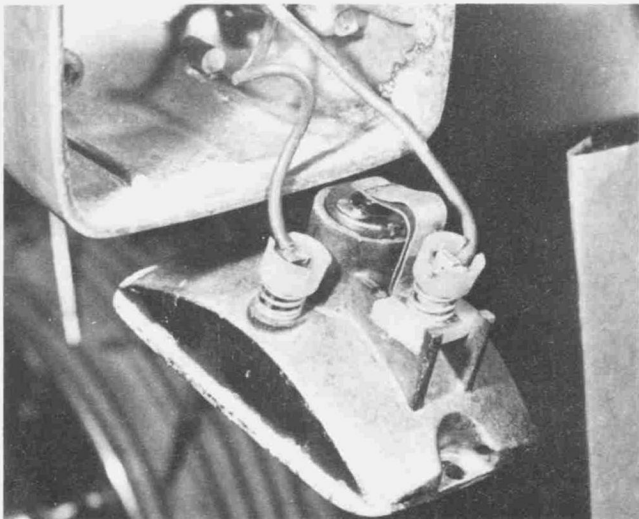

Bild 245
- Scheinwerfer-Einbauschrauben mit ihren verchromten Scheiben, zwei Gummischeiben und Gummimuffe abnehmen. Scheinwerfer nach unten hängen lassen. Bei Baumustern mit Flach-Zündschlüssel, deren Zylinder das linke Scheinwerfergehäuse hält, wird die grosse Sechskantmutter abgedreht und der Scheinwerfer gedreht, um den Schalter durch das Loch zu bringen. Streuscheibe und Reflektor aus den vorderen Blinkleuchten herausnehmen und die Kabel hinter den Reflektoren abklemmen (Bild 245).